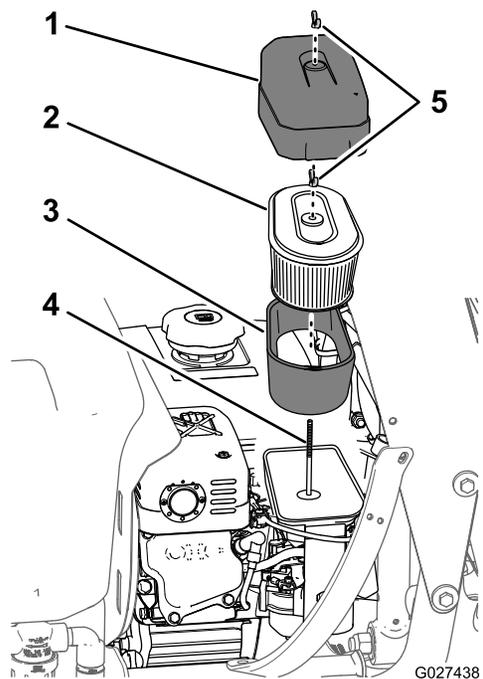

Figura 58
2. Limpie alrededor del limpiador de aire de forma que la suciedad no penetre en el motor y cause daños (Figura 58).
3. Gire la tuerca de orejeta que sujeta la tapa del limpiador de aire en sentido antihorario, y retire la tapa del limpiador de aire (Figura 58).
y retire los elementos de la varilla de sujeción del carburador (Figura 58).
5. Retire cuidadosamente el elemento de gomaespuma del elemento de papel (Figura 58).
1. Inspeccione el elemento por si estuviera roto, tuviera una película aceitosa o estuviera dañado (Figura 58).
1. Deslice cuidadosamente el elemento de gomaespuma sobre el elemento de papel del filtro (Figura 58).
2. Alinee el taladro de la placa superior del elemento de papel del filtro con la varilla de sujeción del carburador (Figura 58).
3. Sujete los elementos del filtro al carburador con la tuerca de orejeta (Figura 58) que retiró en el paso 4 de Cómo retirar los elementos de gomaespuma y papel (página 53).
4. Alinee el taladro de la tapa del limpiador de aire con la varilla de sujeción (Figura 58), y sujete la tapa a la varilla con la tuerca de orejeta que retiró en el paso 3 de Cómo retirar los elementos de gomaespuma y papel (página 53).